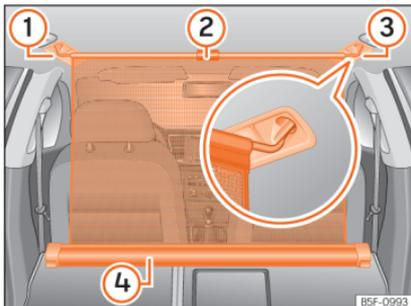

Abb. 182 Im Gepäckraum: eingehängte Trennwand bei vorgeklappter Rücksitzlehne.
- Ziehen Sie die Lasche »» **Abb. 182** ② nach oben, um das Netz aus dem Einsatz »» **Abb. 182** ④ zu nehmen.
- Hängen Sie die Netztrennwand an der rechten Seite »» **Abb. 182** ③ (vergrößerte Darstellung) ein.
- Hängen Sie die Netztrennwand an der Aufnahme der linken Seite »» **Abb. 182** ① ein, indem Sie an der Stange ziehen.
Die Netztrennwand ist richtig montiert, wenn die T-förmigen Enden sicher in den entsprechenden Aufnahmen »» **Abb. 182** ③ und ① eingehängt sind.
- Rollen Sie die Netztrennwand in den Einsatz »» **Abb. 182** ④ ein, indem Sie sie mit der Hand nach unten ziehen.